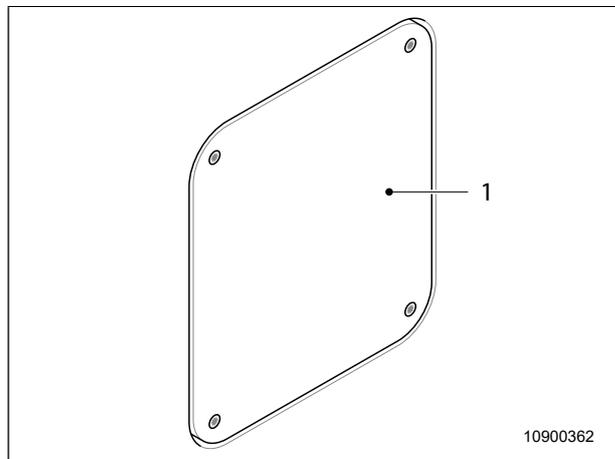

Abb. 47 Revisionsöffnung
- Die Revisionsöffnungen (Abb. 47, Pos. 1) links und rechts entfernen.